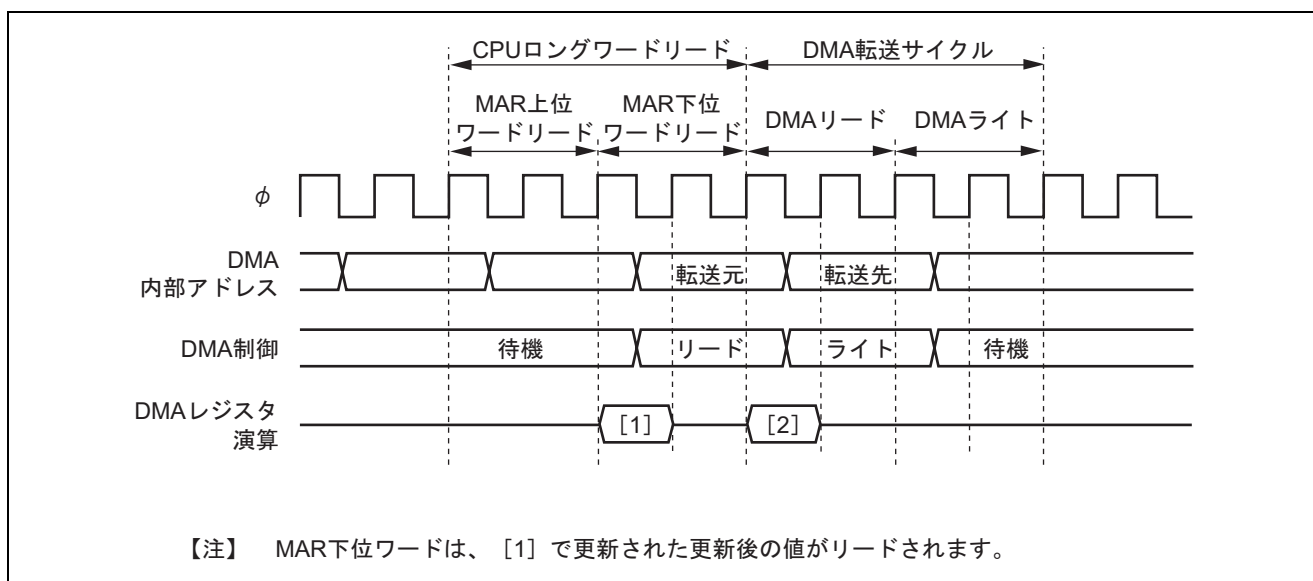

図 7.40 DMAC レジスタの更新と CPU リードの競合
- DMACのレジスタリード直後にDMACの転送サイクルが起これると、図7.40のようにDMACのレジスタがリードされます。